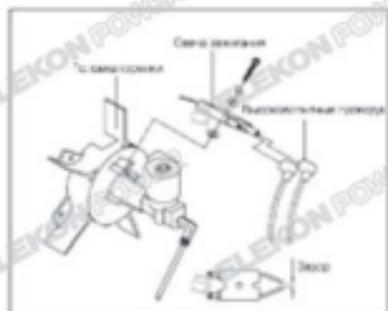

рис. 9 Схема зажигания
- Отсоедините высоковольтные провода от свечи зажигания (см. рис. 9)